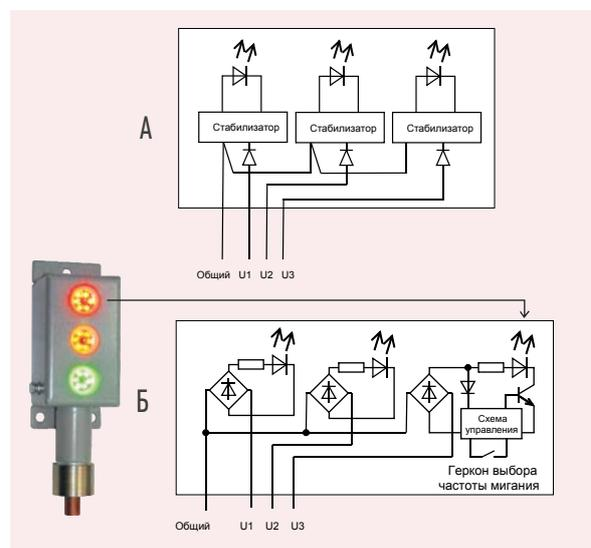

Рис. 2. Схемы соединений.
5) Вариант с мигающим красным (верхним) светодиодом "ВС-4-ЗСФ-З-Ж-КП-..."(рис. 2Б). Частота мигания устанавливается пользователем путем поднесения постоянного магнита к корпусу сигнализатора .